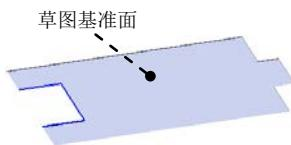

图 14.4.13 切除—拉伸 2
Step8. 创建图 14.4.13 所示的切除—拉伸 2。
(1) 选择命令。选择下拉菜单 **插入(I)** \rightarrow **切除(C)** \rightarrow **拉伸(E)...** 命令。
(2) 定义特征的横断面草图。
① 定义草图基准面。选取图 14.4.13 所示的表面作为草图基准面。